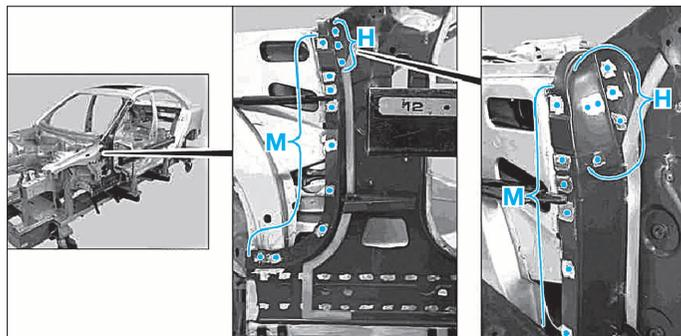

FIG. 47
- Souder à la pointeuse électrique par points la doublure sur la caisse zones (J), (K), (T), et (X).
- Souder en cordon continu sous protection gazeuse la doublure sur le montant de pare brise zone (V).
- Souder à la pointeuse électrique par points la doublure sur le plancher zone (I).
- Souder par points bouchon la doublure sur le passage de roue zones (H) et (M) (Fig.47).